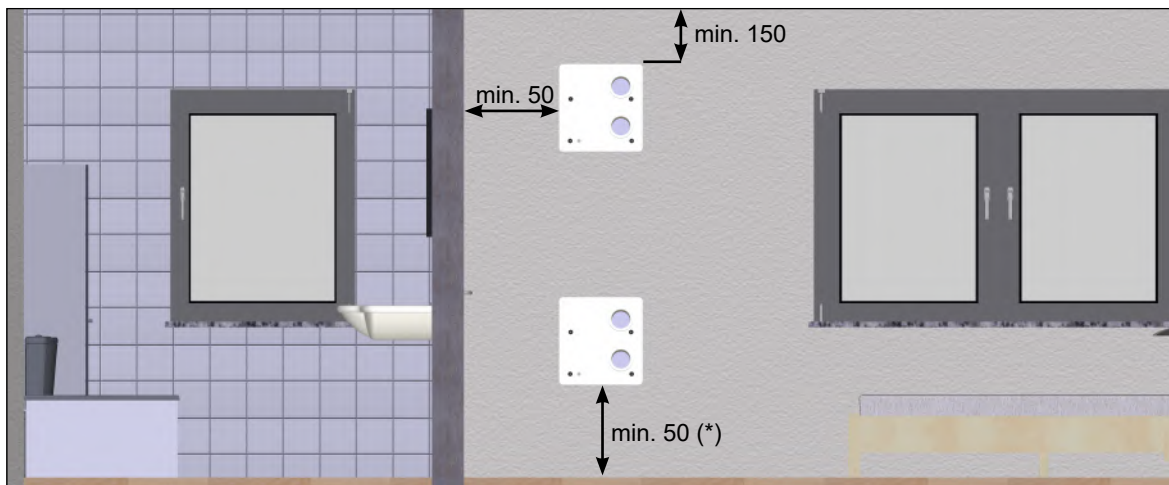
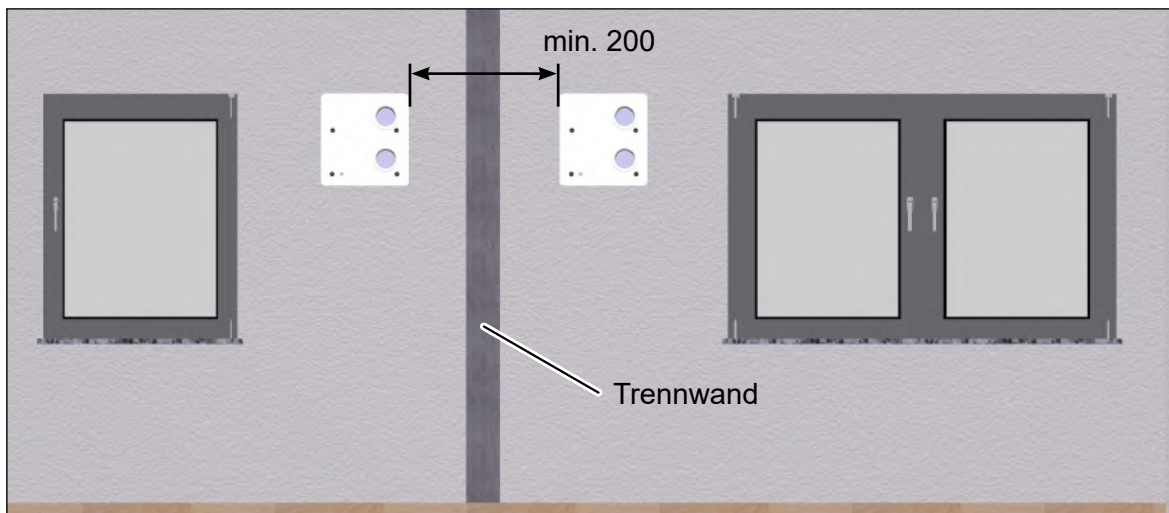

Abb. 3: Mindestabstände und Positioniermöglichkeiten des Montagesets M-WRG-M, Maße in Millimeter
Abb. 4: Seitlicher Mindestabstand zwischen zwei Mauerkästen, Maße in Millimeter
- ▶ Achten Sie auf folgende Mindestabstände (siehe Abb. 3 und Abb. 4):
- Der Abstand der seitlichen und unteren Mauerkastenkante zu angrenzenden Flächen sollte mindestens 50 mm (Ausnahme: bei Verwendung eines Kondensatanschlusses, siehe (\*) in Abb. 3 auf Seite 10) betragen. Mit Einhaltung des Mindestabstands lässt sich das Lüftungsgerät leichter bedienen. Ebenso kann der Luftfilterwechsel ohne Beeinträchtigung durchgeführt werden.